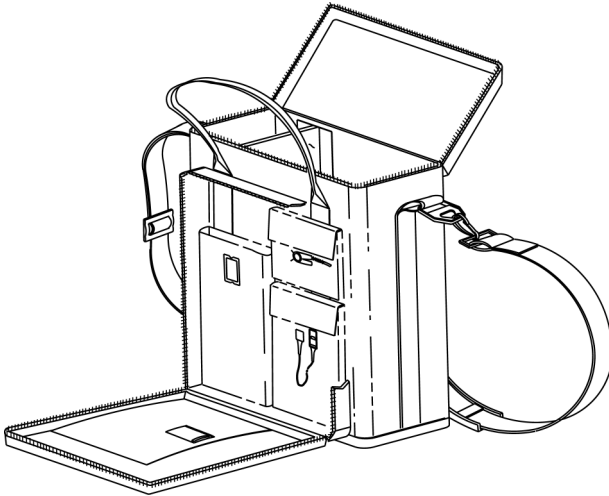

Figura 8: Maletín de transporte acolchado
- Maletín de transporte acolchado. Véase la Figura 8, página 18.
Mallinckrodt dispone de un maletín de transporte acolchado opcional para el N-395. Véase la Figura 8. El maletín de transporte protege el monitor N-395 durante su transporte. Este maletín incluye dos bolsillos para los sensores, los cables y los manuales del operador.